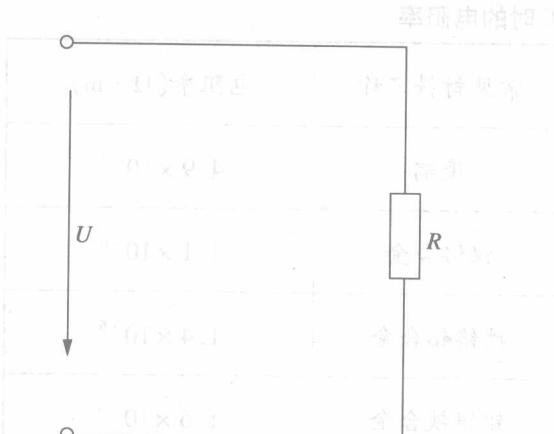

图 1-5 部分电路
在一段只含电阻的支路中，如图 1-5 所示，通过这段电路的电流  $I$ ，与这段电路两端所加电压成正比，而与这段电路的电阻  $R$  成反比，这就是部分电路的欧姆定律。其表
**例 1-3** 在图 1-5 中，在电阻上所加电压为 20V，电阻的阻值  $R$  为  $400\Omega$ ，试求此支路电流。